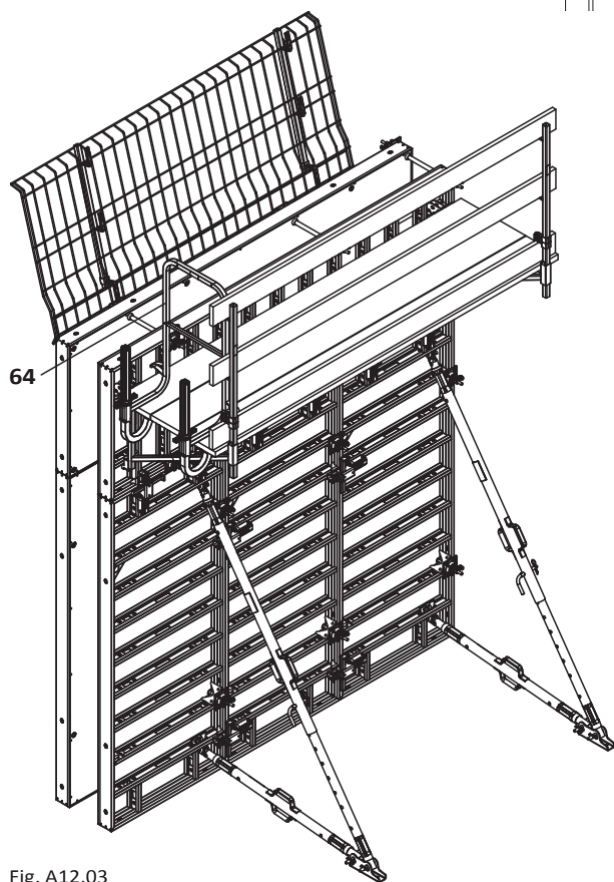

Fig. A12.03
6. Монтирайте страничната защита, вкл. челния парапет 55 (64). (Fig. A12.03)